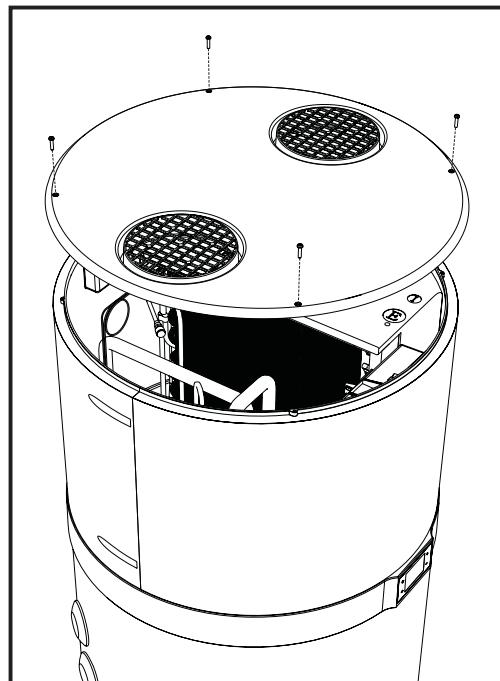

fig. 41 - Remoção da tampa superior
- Remova a tampa superior, desapertando primeiramente os parafusos de bloqueio (fig. 41).